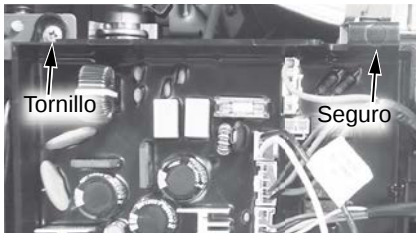

Figura 210 - Ubicación de la placa de control.
- 12** Ubique los dos (2) tornillos en la parte inferior de la cubierta del gabinete. Use un destornillador Phillips para retirar los tornillos. Deje los tornillos a un lado en un lugar seguro para volver a instalarlos.
- 14** Ubique el tornillo que fija el panel de la placa de control, como se muestra en la Figura 210. Use un destornillador Phillips para retirar el tornillo y déjelo a un lado en un lugar seguro para volver a instalarlo.